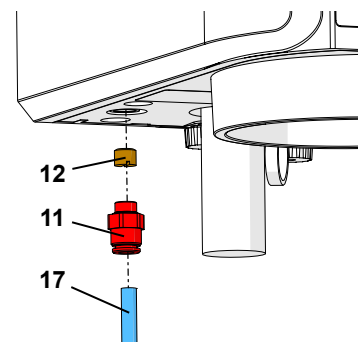

Abb. 15-a
**Eingangsfilter gesteckt, vor dem Druckluftanschluss (Abb. 15-b).**
- ⇒ Ring am Eingangsfilter (12) hoch drücken und Druckluftschlauch (17) abziehen.
- ⇒ Ring am Druckluftanschluss (11) hoch drücken und Eingangsfilter (12) abziehen.